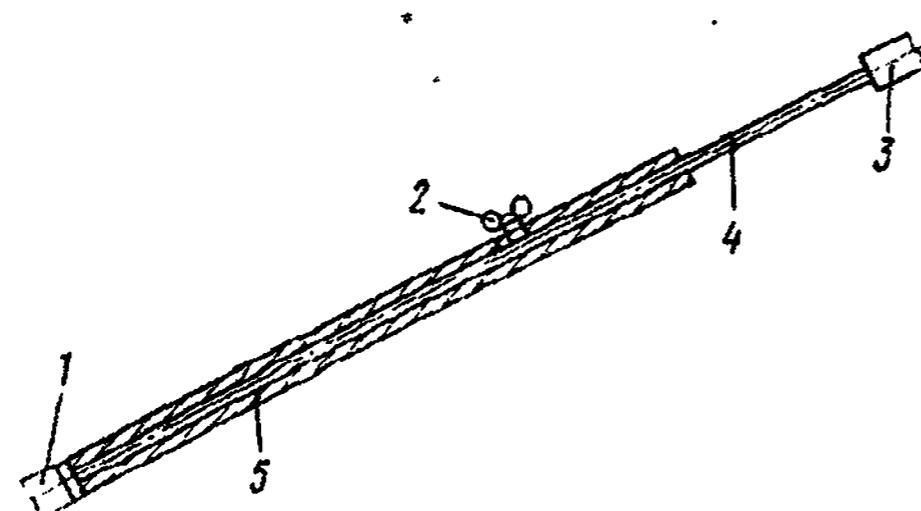

Рис. 374. Приспособление для измерения перекосов:
1. Устранение перекосов кабины. Определите величину перекоса сравнением с неповрежденной частью кабины или исправной однотипной кабиной. Для измерения перекоса кабины применяйте линейку и специальные раздвижные приспособления (рис. 374).